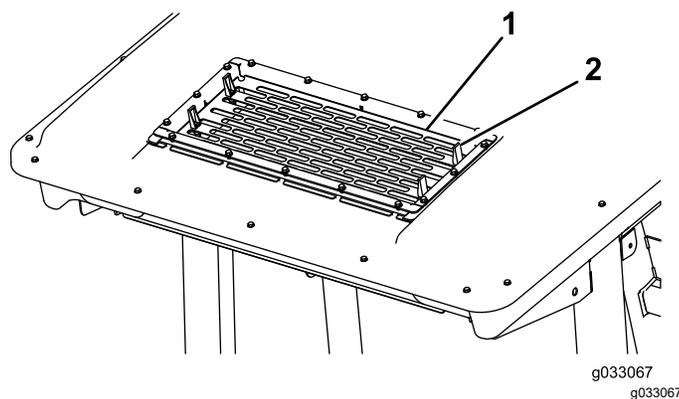

Рисунок 55
- Поднимите 4 фиксатора на решетке кондиционера воздуха (Рисунок 55) и снимите решетку с верхней части кабины.